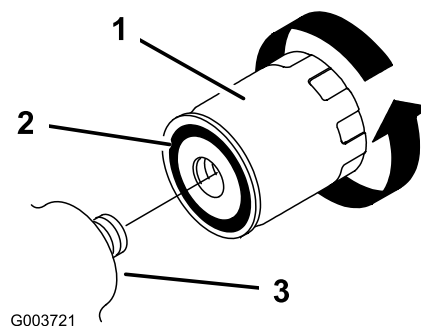

図 40
5. 古いフィルタ 図 40 を外し、取り付けアダプタ部の表面をきれいに拭く。
6. 新しいフィルタのゴム製ガスケットにきれいな油圧オイルを薄く塗る 図 40。
7. アダプタに新しいフィルタを取り付ける 図 40。ゴム製ガスケットがアダプタに当たるまで手でねじ込み、そこから更に 1/2 回転増し締めする。